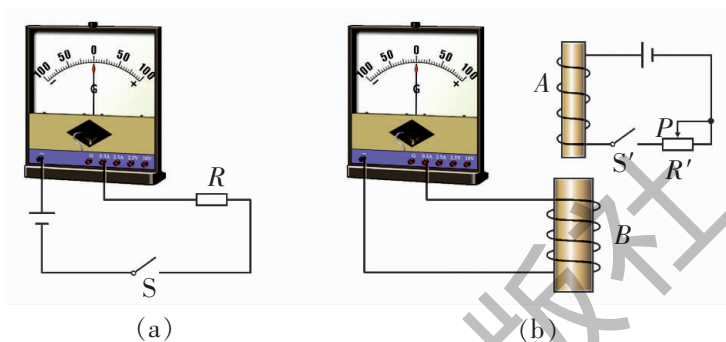
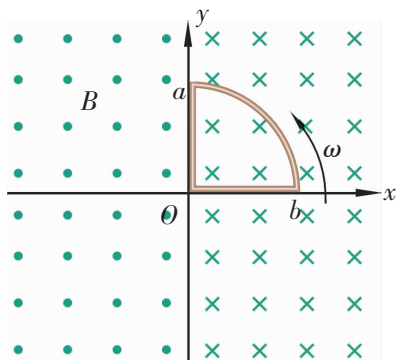

图 1-1
图 1-12
1. 在“探究感应电流的方向”的实验中，首先按图 1-1 (a) 接线，以查明电流表指针的偏转方向与电流方向之间的关系；当闭合开关 S 时，观察到电流表指针向左偏，不通电时电流表指针停在正中央。然后按图 1-12 (b) 所示将电流表与副线圈 B 连成一个闭合回路，将原线圈 A、电池、滑动变阻器和开关 S' 串联成另一个闭合电路。
12. 如图 1-12 所示, 坐标系  $xOy$  在  $y$  轴的左侧和右侧分别有垂直于纸面向外、向里的匀强磁场, 磁感应强度均为  $B$ , 一个围成四分之一圆形的导体环  $Oab$ , 其圆心在 origin  $O$ , 半径为  $R$ , 开始时在第一象限, 从  $t=0$  起绕点  $O$  以角速度  $\omega$  逆时针匀速转动. 试画出环内感应电动势  $E$  随时间  $t$  变化的函数图象 (以顺时针电动势为正).